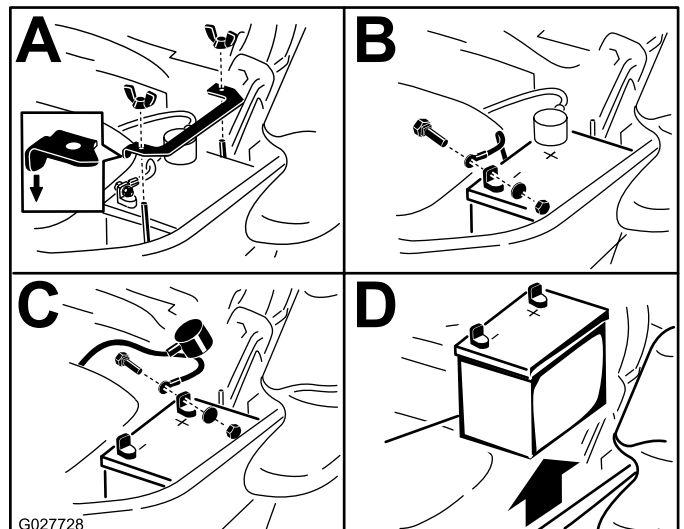

Figura 59
3. Primero desconecte el cable negativo (negro) del borne negativo (-) (negro) de la batería (Figura 59).
4. Retire la cubierta de goma roja del borne positivo (rojo) de la batería y retire el cable positivo (+) (rojo) (Figura 59).
5. Retire la tuerca de orejeta que sujeta la abrazadera de la batería (Figura 59).
6. Retire la abrazadera (Figura 59).
1. Coloque la batería en la bandeja, con los bornes frente al depósito de aceite hidráulico (Figura 59).
4. Fije los cables con 2 pernos, 2 arandelas, y 2 contratueras (Figura 59).
6. Instale la abrazadera y sujétela con la tuerca de orejeta (Figura 59).